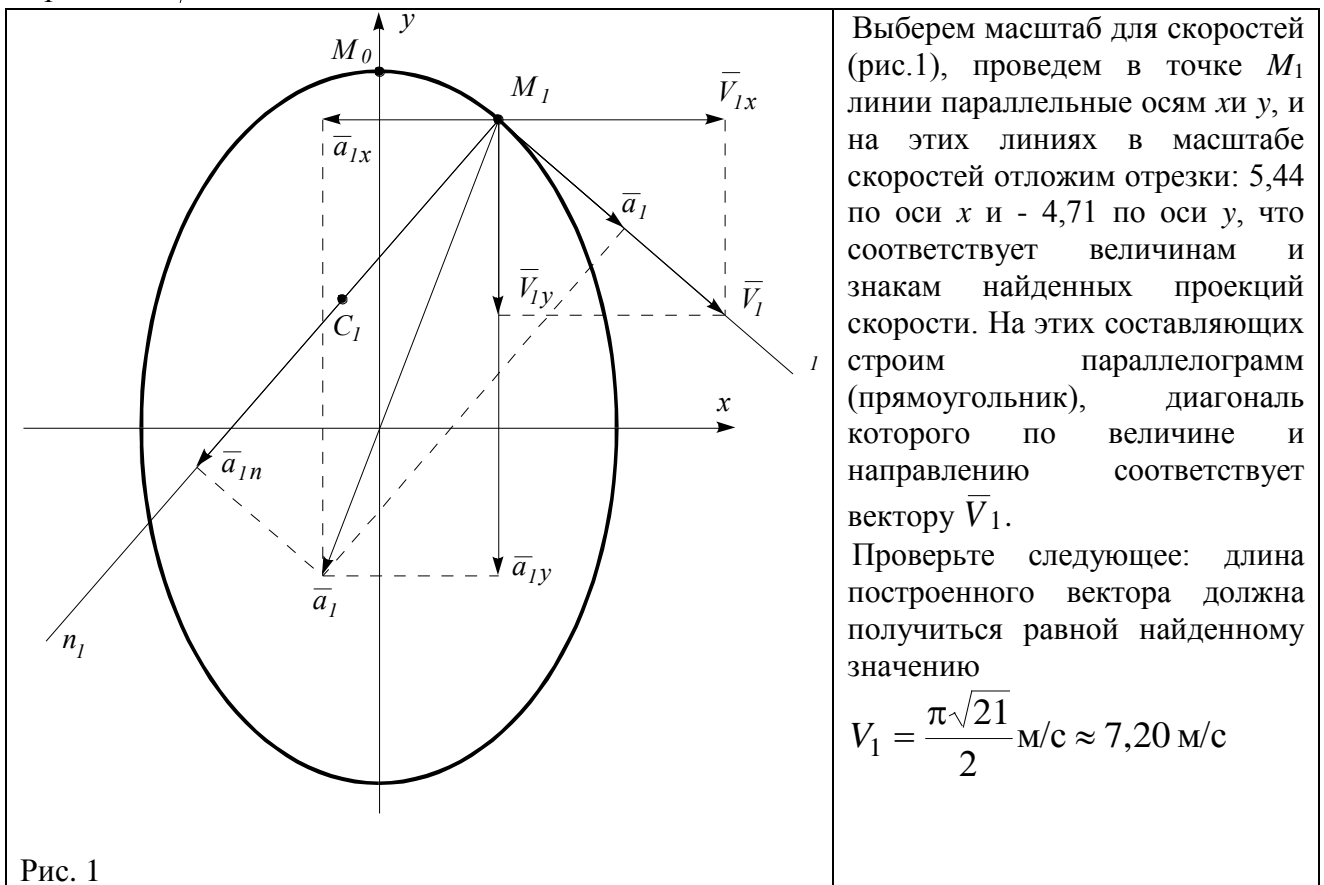

Рис. 1
Выберем масштаб длин и выполним рисунок. Следует заметить, что приведенный рис. 1 имеет вид, соответствующий уже окончанию решения; свой рисунок рекомендуется делать по мере продвижения решения. Это позволяет контролировать получаемые результаты и делает их более наглядными. Данное замечание относится и ко всем последующим задачам пособия.
Вернемся к рис. 1. Ранее на этом рисунке вектор  $\bar{a}_1$  был построен по составляющим  $\bar{a}_{1x}$ ,  $\bar{a}_{1y}$ . С другой стороны, этот вектор можно разложить на составляющие по естественным осям  $\tau_1$  и  $n_1$  (пользуясь правилом параллелограмма). Выполним это разложение и построим на рисунке векторы  $\bar{a}_{1\tau}$  и  $\bar{a}_{1n}$ . Полезно провести проверку: с учетом масштаба ускорений определить по рисунку величины  $a_{1\tau}$ ,  $a_{1n}$  и убедиться, что они совпадают с (11), (14).
Заметим, что движение точки ускоренное, т.к. направления векторов  $\bar{V}_1$  и  $\bar{a}_{1\tau}$  совпадают (рис. 1).